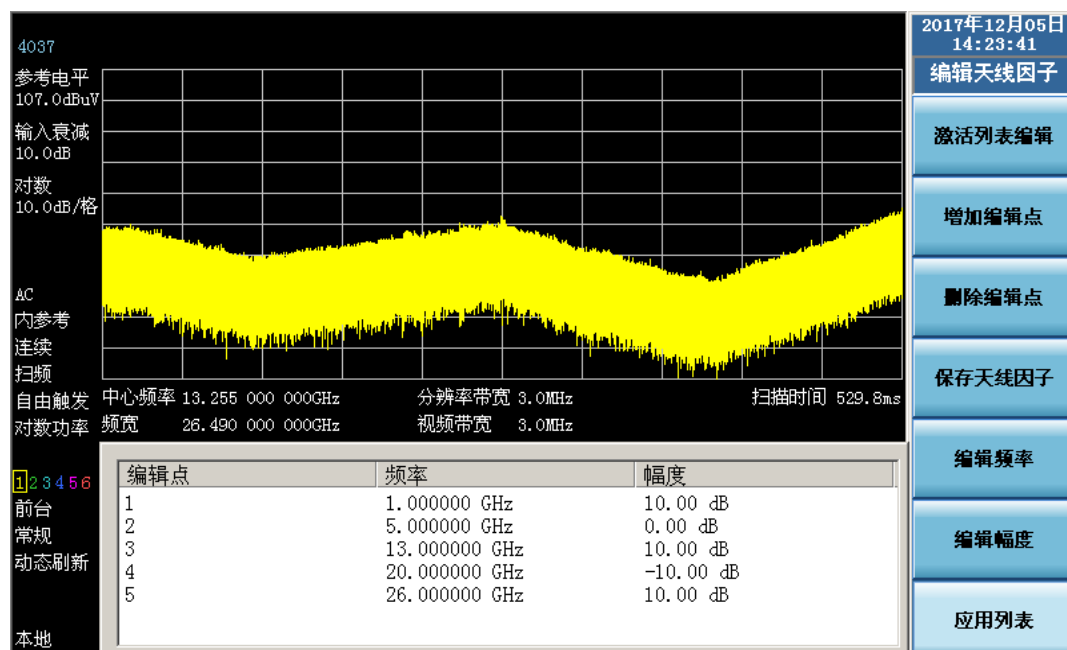

图 3-41 编辑天线因子对话框
a) 按[编辑天线因子]对应菜单按键，进入天线因子编辑界面，如图 3-41 所示。